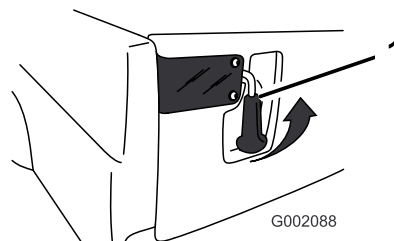

Figura 26
1. Para abrir os trincos traseiros, levante os respectivos manípulos (Figura 26). Os trincos deslocam-se automaticamente para o centro da porta traseira. Faça a porta traseira descer lentamente.